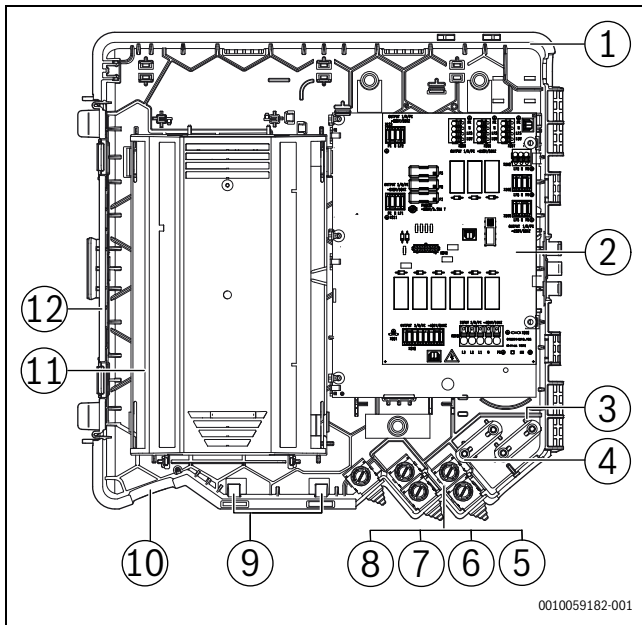

Fig. 40 Passage des câbles dans la zone de raccordement pour câbles électriques
- Fixer le câble d'alimentation électrique principal à l'aide du serre-câble [3] (→ Fig. 40, page 32) et le raccorder à la borne **X200**.